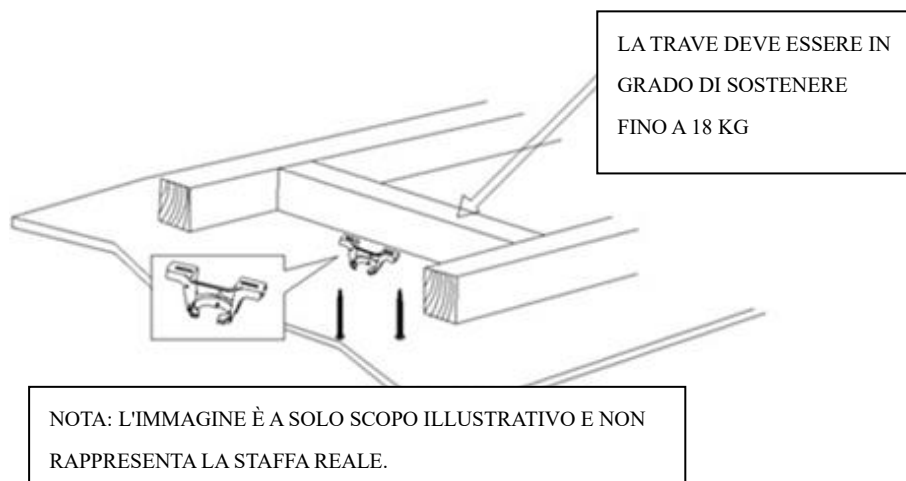

Fig. 2
- Fissare la staffa di supporto a una struttura o una trave del soffitto in grado di sostenere un carico di almeno 18 kg con le due viti lunghe fornite. Assicurarsi che almeno 30 mm della vite siano inseriti nella struttura (Fig. 2).